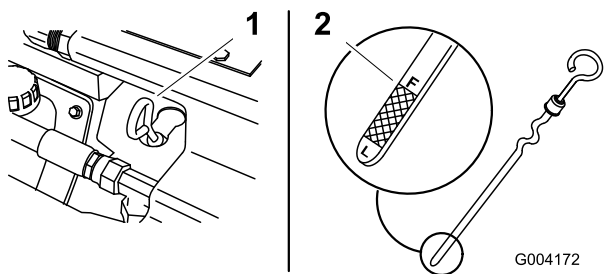

Figura 10
4. Limpie alrededor de la varilla de aceite (Figura 10).
5. Retire la varilla y limpie el extremo metálico (Figura 10).
6. Introduzca la varilla a fondo en el tubo de la varilla (Figura 10).